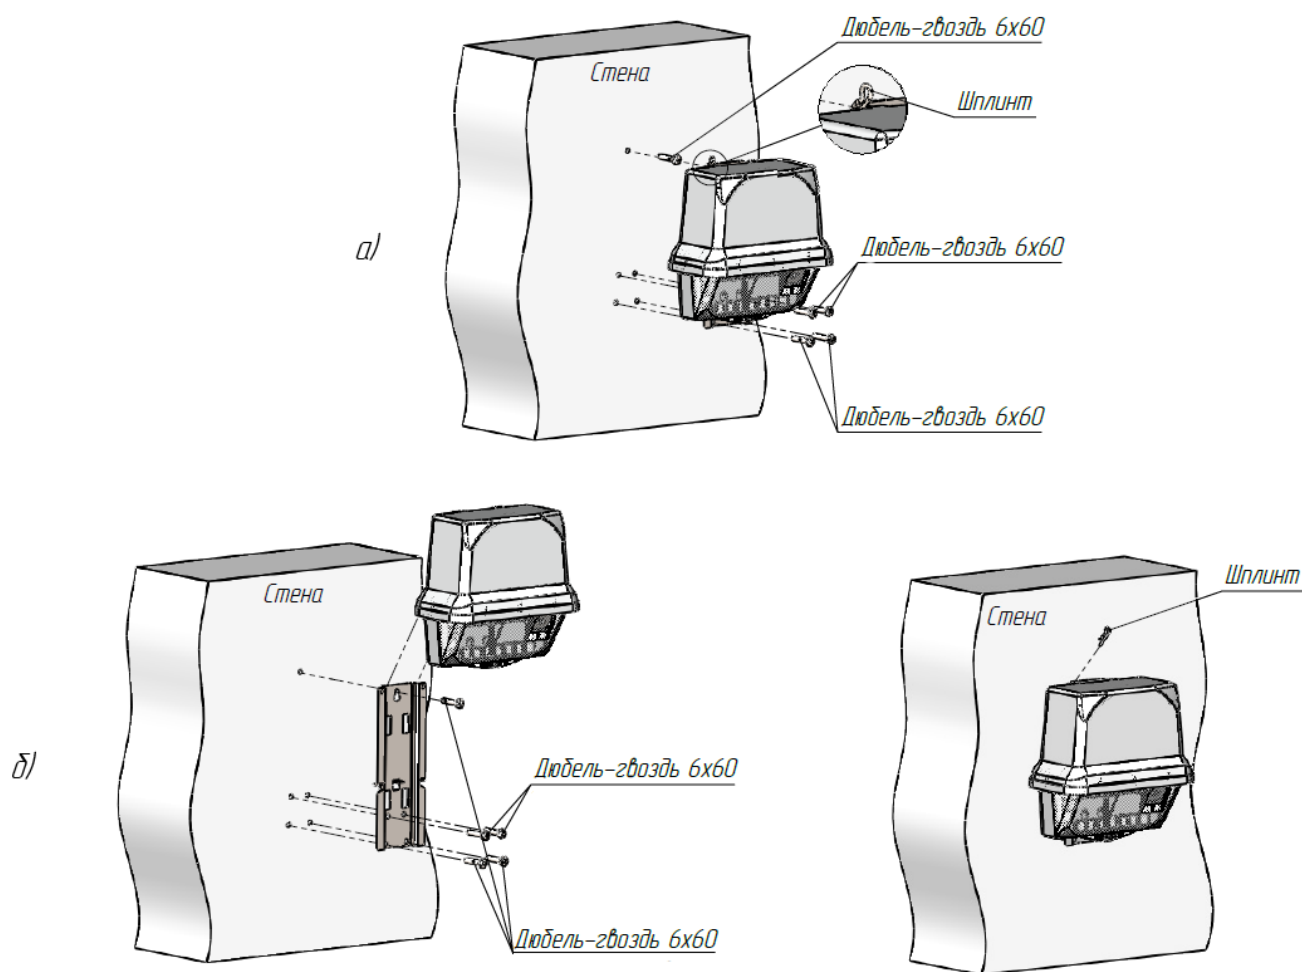

Рисунок 30 – Вариант установки счетчика в корпусе SPLIT на стену строения (два варианта)
- вкрутить верхний дюбель-гвоздь в стену, измерительный блок надеть на верхний дюбель-гвоздь и прикрепить к стене дюбель-гвоздями через нижние отверстия в швеллере (рисунок 30 вариант а);
- закрепить на стене швеллер дюбель-гвоздями (внизу швеллер крепить двумя дюбель-гвоздями), измерительный блок прикрепить к швеллеру, зафиксировать шплинтом (рисунок 30 вариант б).